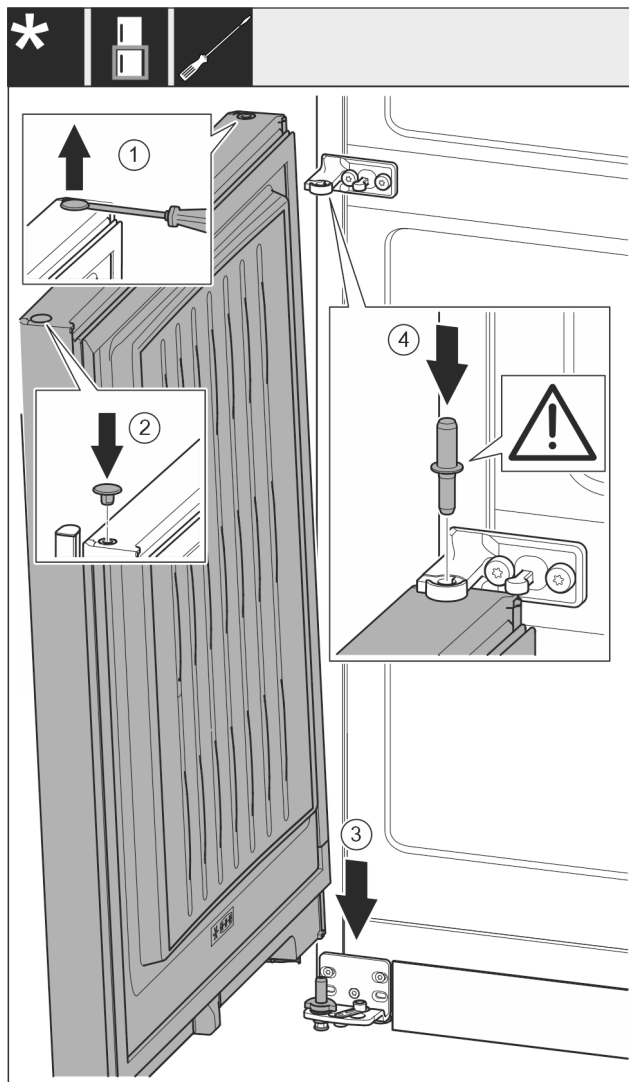

Fig. 22
- ▶ Осторожно приподнимите шлицевой отверткой заглушку Fig. 22 (1) и извлеките ее.
- ▶ Снова установите заглушку Fig. 22 (2) с другой стороны двери.
- ▶ Установите дверь Fig. 22 (3) сверху на нижний опорный палец.
- ▶ Вставьте средний опорный палец Fig. 22 (4) через средний опорный кронштейн в нижнюю дверь. При этом проследите за тем, чтобы выступ фиксатора был направлен назад.